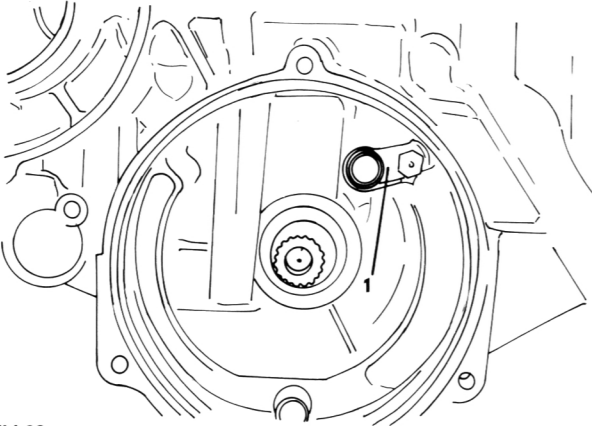

Bild 92
- Ölversorgungsdüse («1» in Bild 92) entfernen.